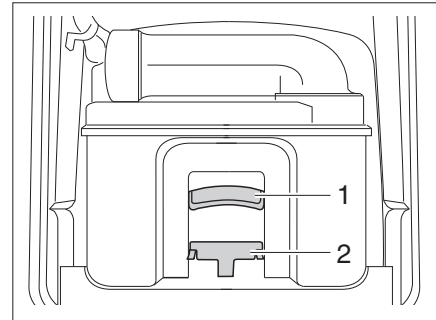

Bild 145 Thetford-Kassette
- Haltebügel (Bild 145,2) nach vorne ziehen um die Toiletten-Kassette zu entriegeln und Kassette am Griff (Bild 145,1) herausziehen.